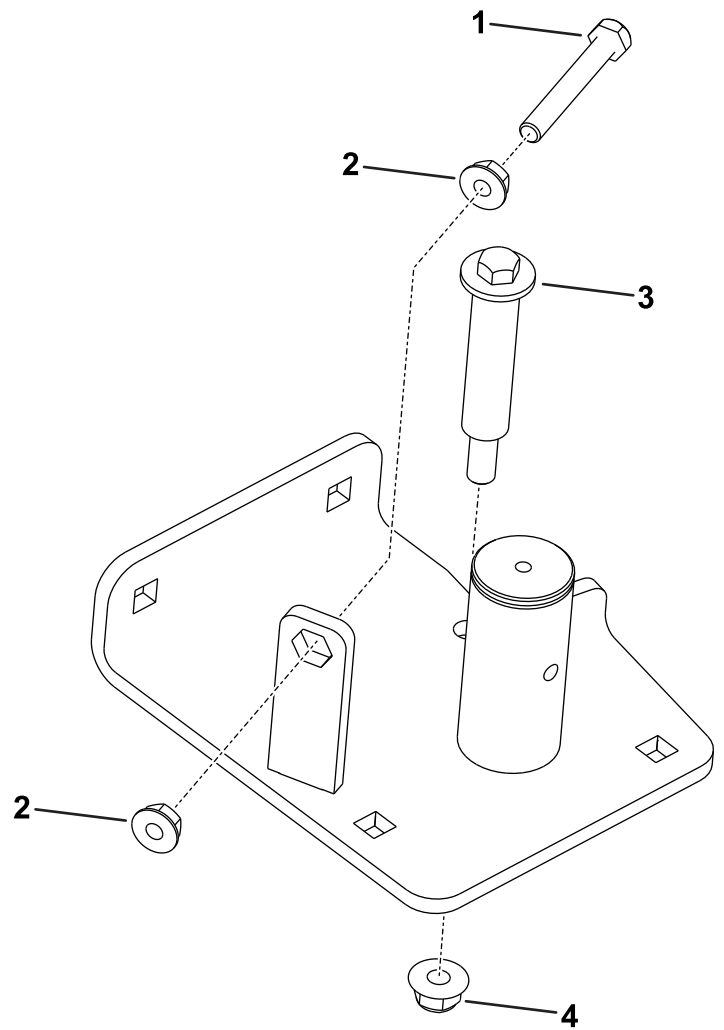

图 5
1. 使用 2 个凸缘螺母 5/16 英寸将六角螺栓固定到新怠轮枢轴总成 (图 5)。
5. 向怠轮枢轴板安装一个凸缘螺母 $\frac{3}{8}$ 英寸或一个轴肩螺栓 (图 5)。